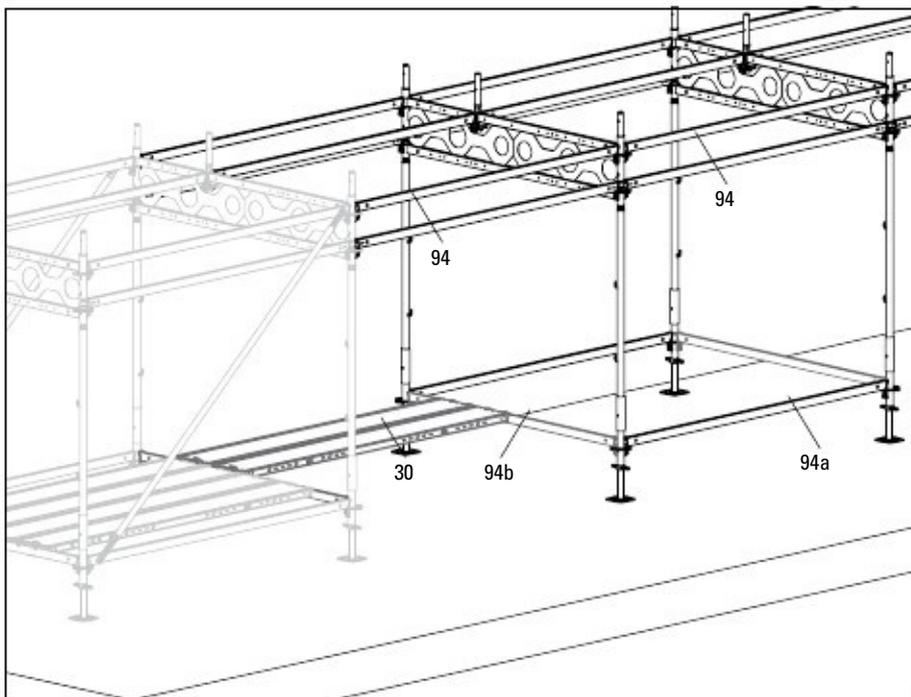

Fig. D5.06
1. Сглобете допълнителни рамки и свържете с греди UH Plus (94). Вижте работните стъпки за издигане на първото ниво.
4. Монтирайте греди UH Plus (94b) като помощно средство за сглобяване в основното ниво и монтирайте пода (30). (Fig. D5.06)